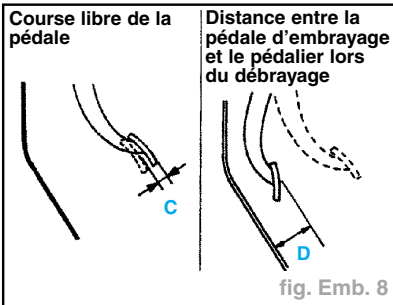

fig. Emb. 8
- Après avoir terminé les réglages, vérifier que le jeu de la pédale (mesuré à partir de la garniture de la pédale) et la distance entre la pédale d'embrayage (la surface de la garniture de la pédale) et le pédalier soient aux valeurs standards lors du débrayage (fig. Emb. 8).